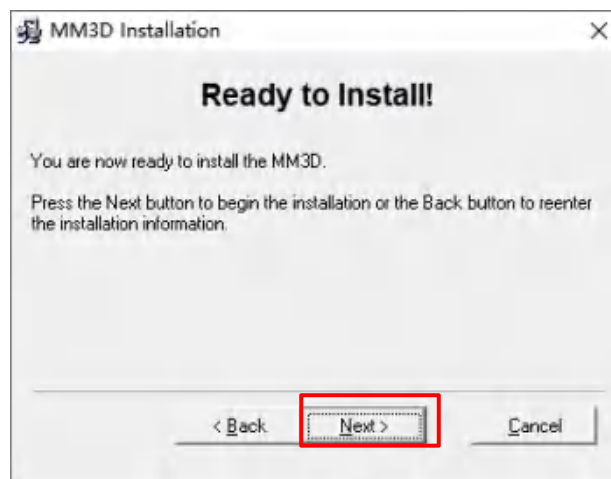

图 3
- (2) 确认是否准备好进行安装，见下图 3。如欲进行安装，请按下一步「Next」，若要更改安装路径，请选择返回「Back」。